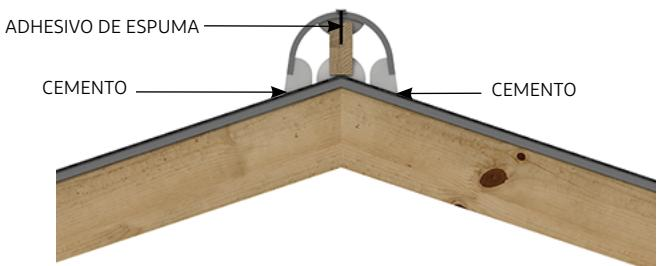

Figura 9.
5. Rellene con cemento el espacio abierto entre la parte superior de la teja clásica en cerámica y la parte inferior del borde de la cumbre. Rellene hasta darle un acabado adecuado. (Ver Figura 9)